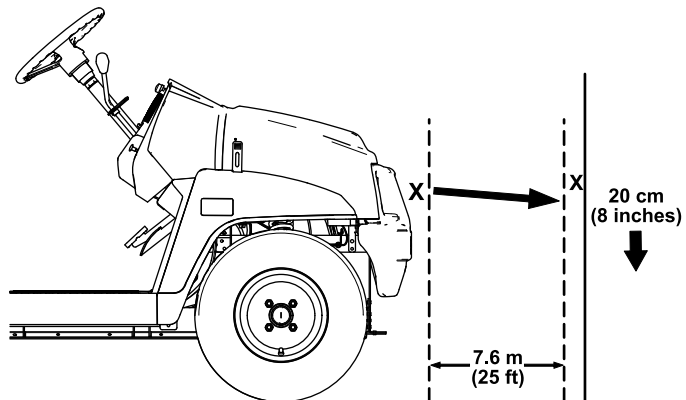

Figura 46
- Aparque la máquina en una superficie nivelada con los faros a unos 7.5 m (25') de una pared (Figura 46).
La parte más brillante del haz del faro debe estar a 20 cm (8") por debajo de la señal hecha en la pared (Figura 46).